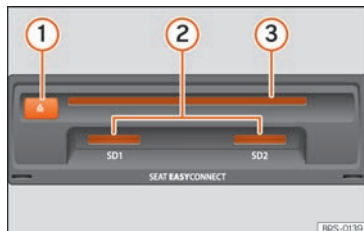

Fig. 224 Ranuras para soportes de datos en la guantera.
- Inserte un CD o DVD en la ranura **» fig. 224 ②** hasta que el equipo lo introduzca automáticamente.
tulación hacia arriba (contactos hacia abajo), en la ranura **» fig. 224 ②** o **» fig. 199 ③**, hasta que encastre.